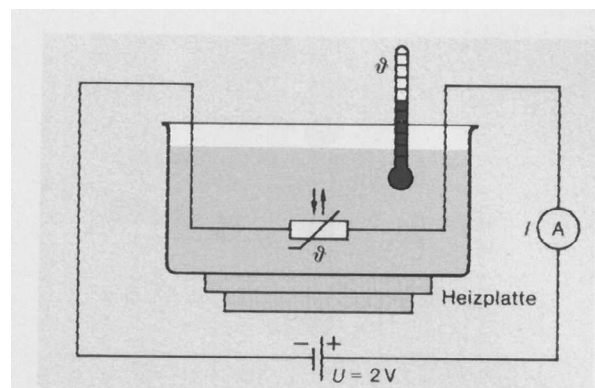

Abb. 5 Versuchsanordnung zur Eichung eines Heißleiters
**Versuch:** Wir tauchen nach Abb. 5 ein Halbleiterbauelement in ein Becherglas, in dem sich schmelzendes Eis befindet. Beim Versuch muss destilliertes Wasser verwendet werden, da normales Leitungswasser den Strom gut leitet. Das Becherglas befindet sich auf einer Heizplatte, mit deren Hilfe der Inhalt des Becherglases erwärmt wird. Ausgehend von der Temperatur des schmelzenden Eises (0°C) wird nach jeweils 10°C Temperaturerhöhung die Stromstärke I bei konstanter